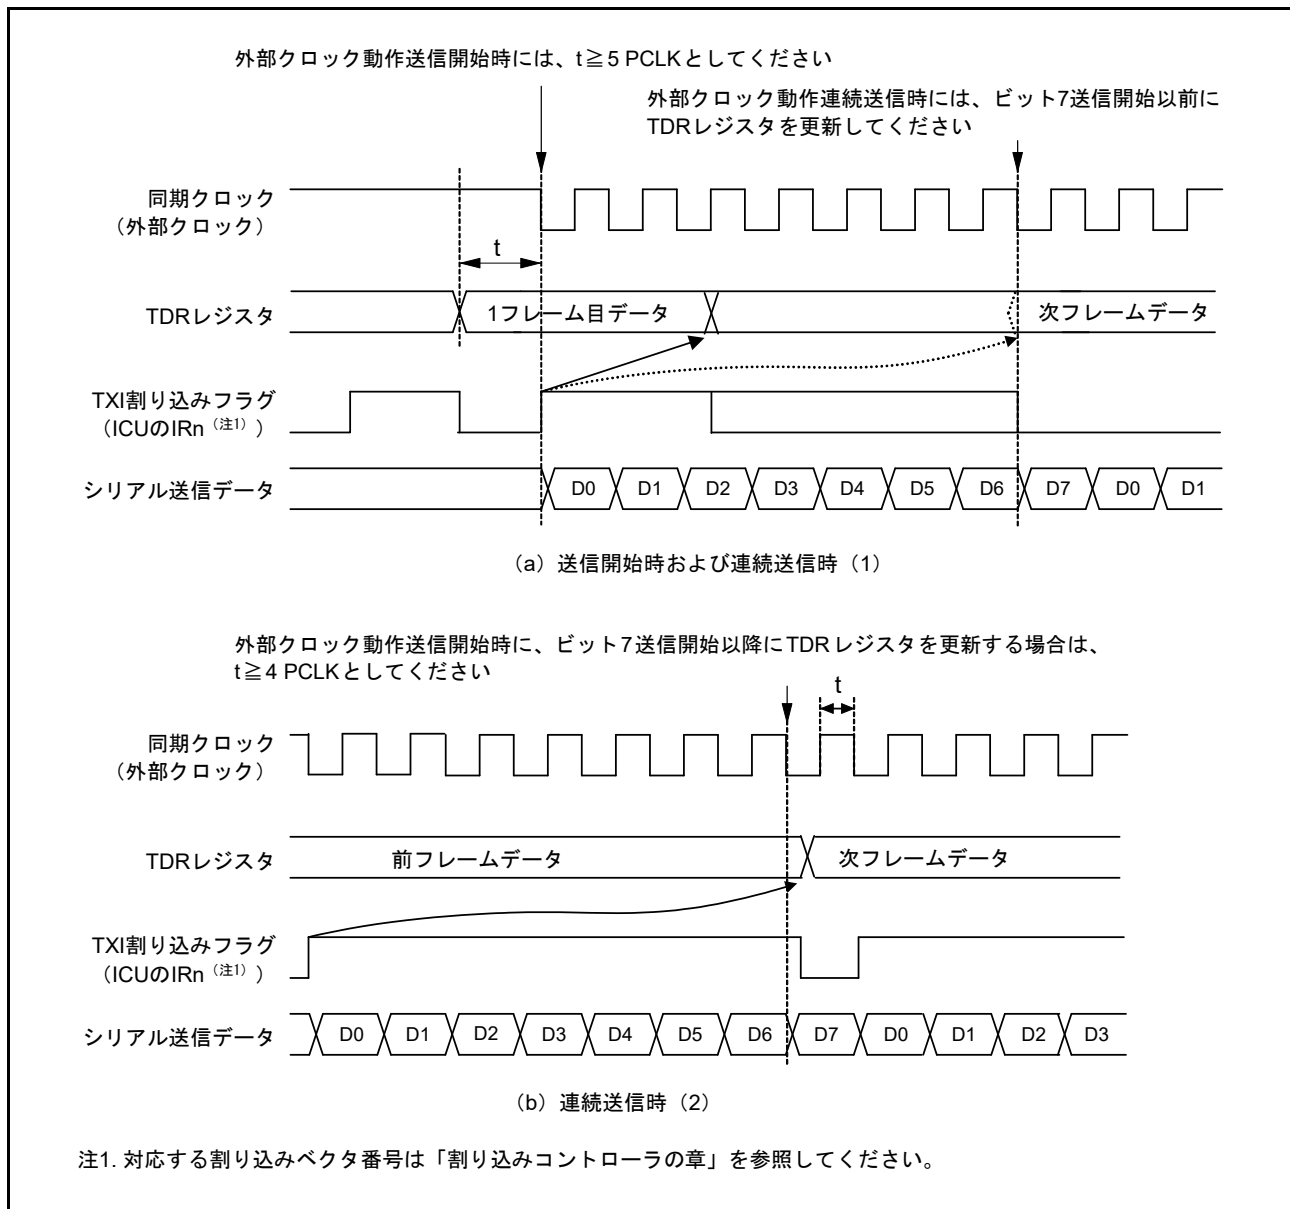

図 27.75 クロック同期式モード送信での外部クロック使用の制約事項
CPU または DTC による TDR レジスタの更新後、PCLK で 5 クロック以上経過した後に送信クロックを入力してください (図 27.75 参照)。
- ビット7の送信クロックの立ち上がり以前に、TDR レジスタまたは TDRL レジスタに次の送信データを書き込んでください (図 27.75 参照)。
- ビット7送信開始以降に TDR レジスタを更新する場合は、同期クロックが Low の期間に TDR レジスタを更新し、かつビット7の送信クロックの High 幅を、4 PCLK 以上にしてください (図 27.75 参照)。